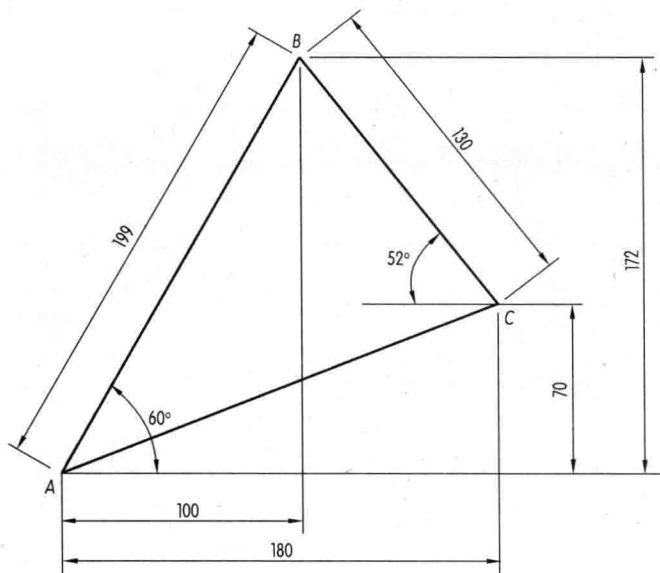

图 1-1 简单图形
用 1 : 1 的比例绘制图 1-1 所示三角形图形。要求:选择合适的线型,不标注尺寸,不绘制图框与标题栏。
(2)能够熟练应用 AutoCAD 直线命令绘制图 1-1 所示图形。